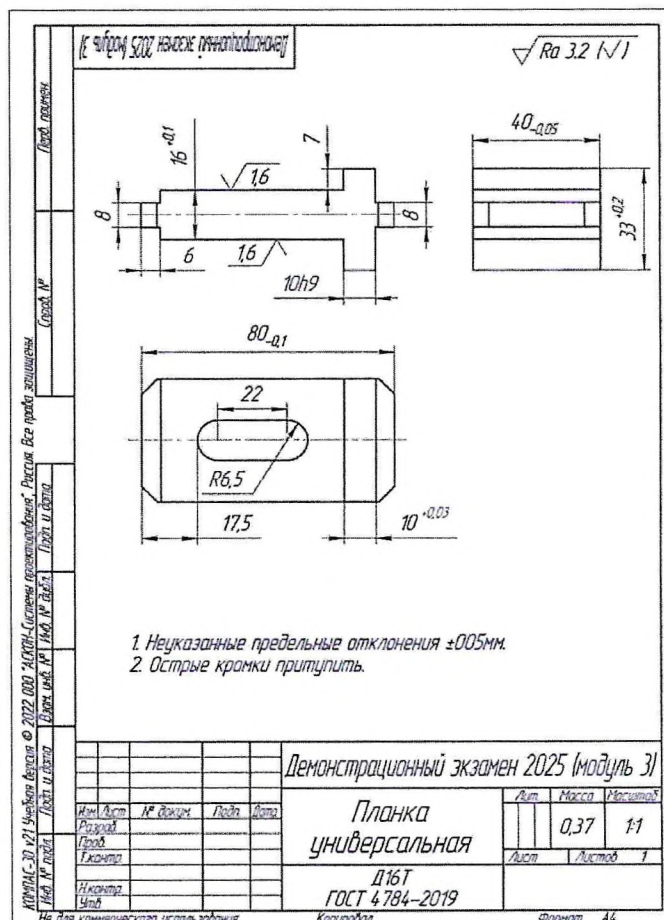

Рисунок 3 - Чертеж Модуля №3
- Адаптируя выданную управляющую программу изготовить деталь, согласно требованиям чертежа (Рисунок 3) на станке с ЧПУ.